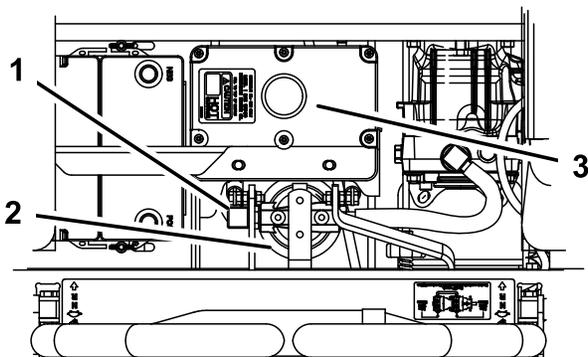

Figura 97
- Retire a linha hidráulica direita que vem com o adaptador (Figura 97).
- Instale a linha hidráulica direita no adaptador (Figura 97).
- Aplique uma fina camada de fluido hidráulico na junta de borracha do filtro de substituição (Figura 97).
a junta de borracha entrar em contacto com o adaptador do filtro; depois aperte o filtro mais 1/2 volta (Figura 97).